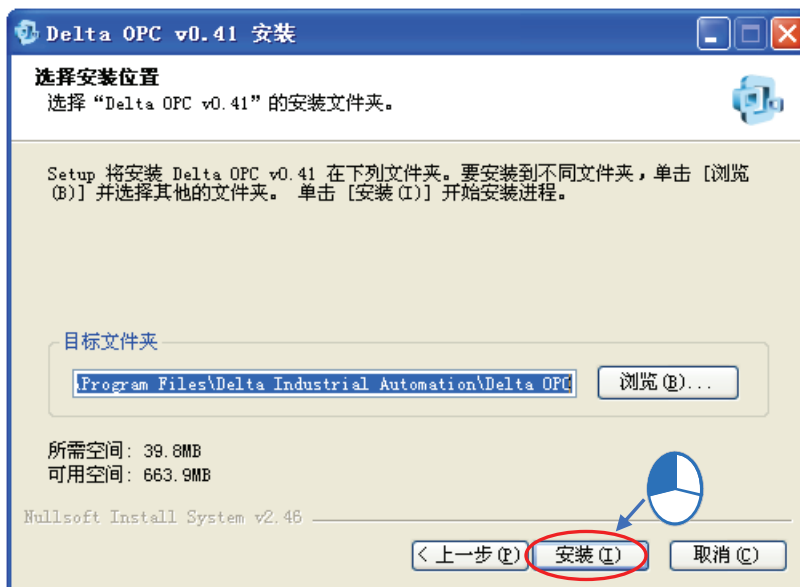
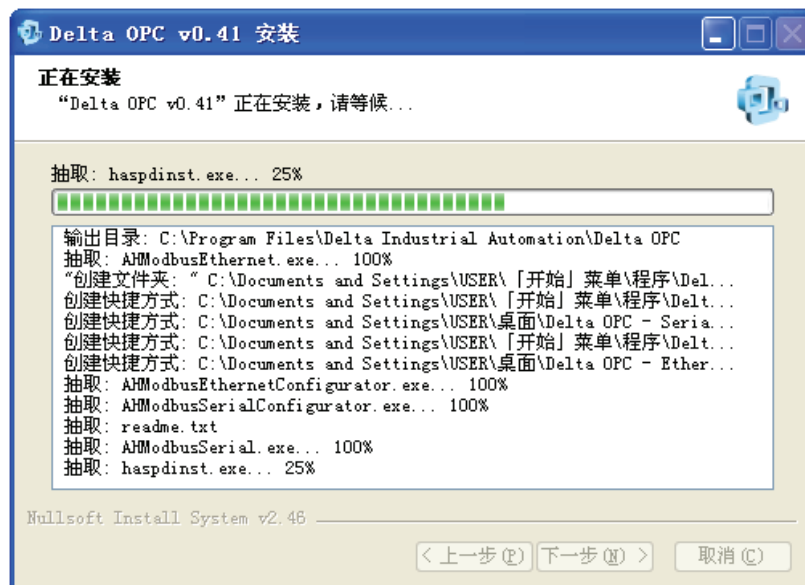

图 1-5 安装路径
图 1-6 安装过程
- (4) 接下来在此选择安装的目标文件夹或接受默认安装路径，完成后单击**安装**按钮，进行下一个步骤，如图 1-5。立即进行安装过程，如图 1-6。